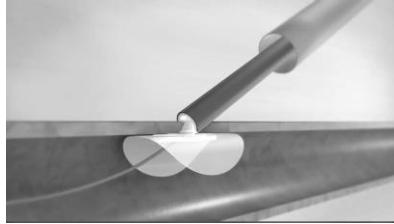

Figura 13. Posizione di tamponamento, impianto giustapposto all'arteriotomia.
- Continuare a retrarre il dispositivo di altre 1,5 tacche (= 3,5 tacche in totale). A questo punto, l'operatore dovrebbe avvertire una leggera resistenza tattile dovuta all'ancoraggio dell'impianto al lume interno della parete arteriosa. In questa posizione di tamponamento, l'impianto controlla l'emorragia prodotta dall'arteriotomia. Figura 13.